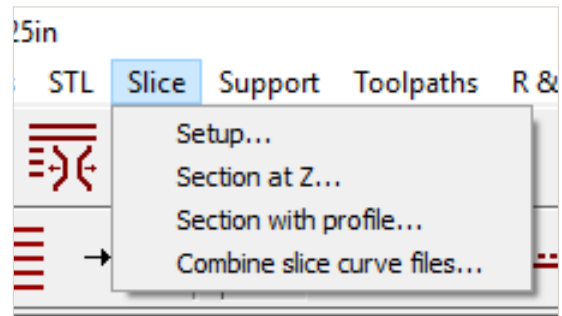

Figure 1. Emplacement du menu pour **Combine slice curve files** (Combiner des fichiers de couche).
2. Sélectionnez *Combine slice curve files* (Combiner des fichiers de couche) pour combiner deux fichiers SJB (Figure 1). Pour pouvoir le faire, un fichier SJB doit être déjà ouvert.